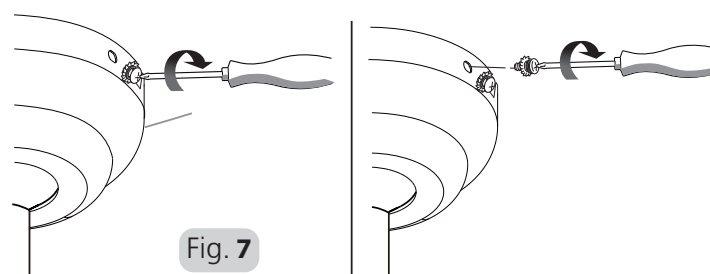

Fig. 7
4. Die beiden anderen Stellschrauben und Unterlegscheiben montieren. Ziehen Sie alle Schrauben an, vergewissern Sie sich, dass die Abdeckhaube sicher befestigt ist und dass Sie keine Kabel eingeklemmt haben. Achten Sie darauf, dass der Schlitz der Nylon-Gummirolle in den Führungsstift der oberen Haube passt. Siehe Abb. 7.
4. Insert the other two set screws and washers. Tighten all the screws, make sure that the canopy is secure and that you have not trapped any wires. Ensure that the slot of the nylon ball hanger fits into the guide pin of the upper canopy. Refer Fig 7.
4. Insérez les deux autres ensembles vis et rondelles. Serrez toutes les vis, vérifiez que le boîtier est bien fixé et que vous n'avez coincé aucun câble. Assurez-vous que l'encoche de la boule de suspension en nylon correspond à la goupille de guidage du boîtier supérieur. Voir Figure 7.
4. Inserire le altre due viti e rondelle di fissaggio. Serrare tutte le viti, quindi assicurarsi che la calotta sia sicura e di non aver intrappolato nessun cavo. Assicurarsi che la fessura del giunto sferico entri nel perno di guida della calotta superiore. Vedere fig. 7.
4. Plaats de andere twee stelschroeven en tussenringen. Draai alle schroeven vast, zorg ervoor dat de plafondkap goed vastzit en dat u geen draden hebt ingeklemd. Zorg ervoor dat de sleuf van de nylon kogelhanger in de geleidepen van het bovenste plafondkapgedeelte past. Zie Fig 7.
4. Insira os dois outros conjuntos de parafusos e anilhas. Aperte todos os parafusos, assegure-se que a cobertura está presa e que nenhum fio ficou entalado. Assegure-se que a ranhura no suporte de suspensão em nylon encaixa no pino guia da cobertura superior. Consulte Fig 7.
4. Вставьте два других установочных винта с шайбами. Затяните все винты и убедитесь, что колпак закреплен, а провода не запутались. Убедитесь, что отверстие нейлонового подвешного шарика входит в направляющий штифт верхнего колпака. См. рис. 7.
4. Założyć dwie pozostałe śruby ustalające wraz z podkładkami. Dokręcić wszystkie śruby, upewniając się, że osłona jest zabezpieczona i żaden z przewodów nie został zakleszczony. Upewnić się, że gniazdo nylonowego wieszaka elementu kulistego pasuje do kołka prowadzącego górnej osłony. Patrz rys. 7.